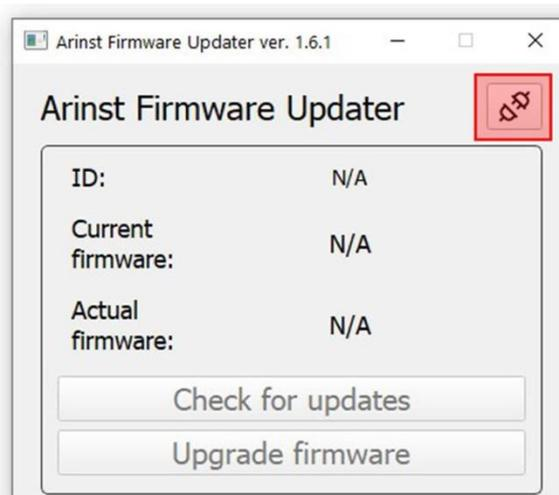

Рисунок A2.1 – Подключение прибора к ПК
- 2.3. Нажмите на кнопку9 подключения прибора к вашему ПК (Рисунок A2.1).